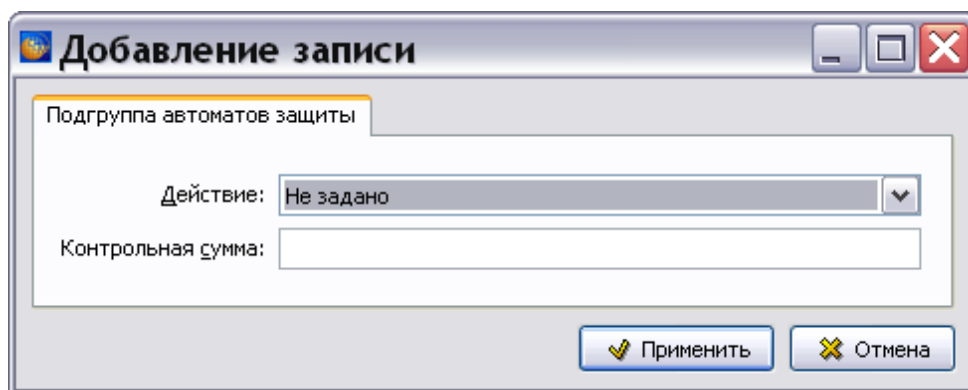

Рисунок 843
5) В окне **Добавление записи** выберите из выпадающего списка действие (рисунок 843), введите значение контрольной суммы и нажмите на кнопку **Применить**.